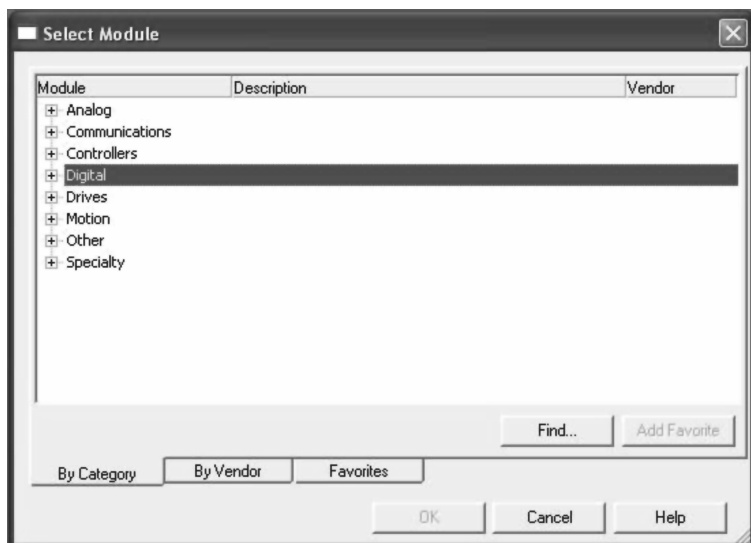

图 2-8 打开的模块选择列表窗口
11. 在控制器项目管理器中，右键单击 ，并选择“新建模块”(New Module)。将出现“选择模块”(Select Module)窗口，如图 2-8 所示。